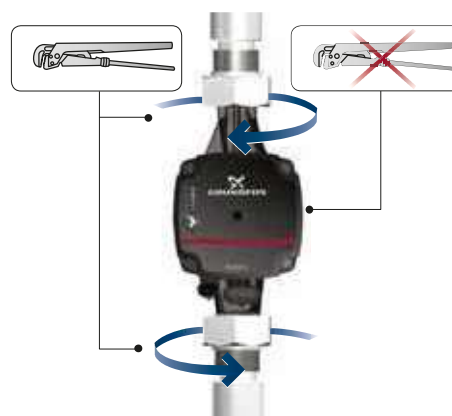

Fig. 3 Apertar as ligações
3. Aperte as ligações. Consulte a fig. 3.